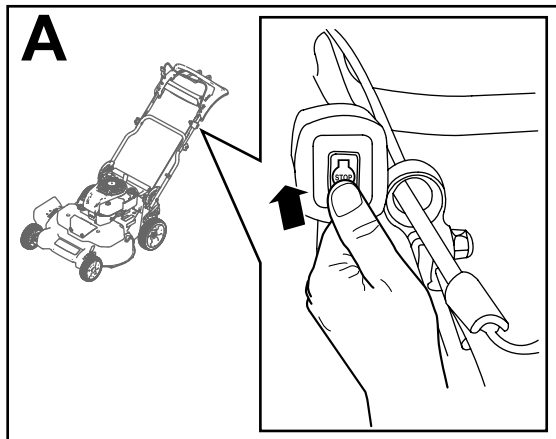

Figure 18
1. Tournez la clé de contact à la position ARRÊT (A de Figure 18).
2. Une fois le moteur arrêté, retirez la clé de contact et emportez-la avec vous quand vous quittez la machine (B de Figure 18).